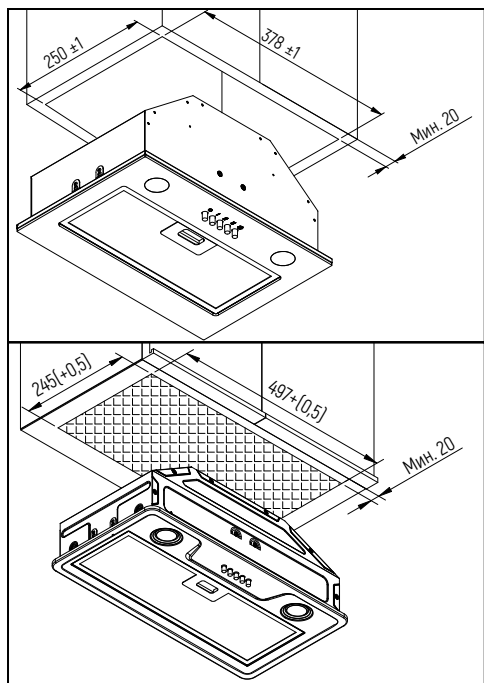

Рисунок 2
2. Выполните вырез в нижней плоскости кухонного шкафа в соответствии с размерами, указанными на технических схемах (Рисунок 2).